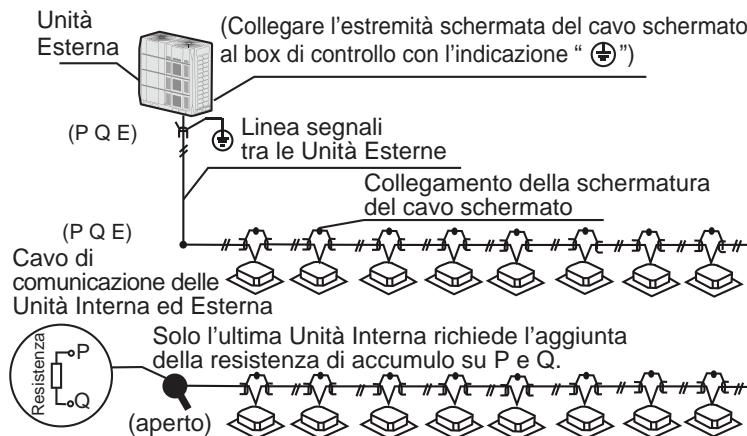

Fig. 6.6
- Il cablaggio di comunicazione tra le Unità Interna ed Esterna deve essere effettuato un'Unità dopo l'altra, in una catena che parte dall'Unità Esterna fino all'Unità Interna finale. La schermatura deve essere collegata alla Terra in modo corretto; una resistenza di accumulo deve essere aggiunta all'Unità Interna, per migliorare la stabilità del sistema di comunicazione (vedi Fig. 6.6).